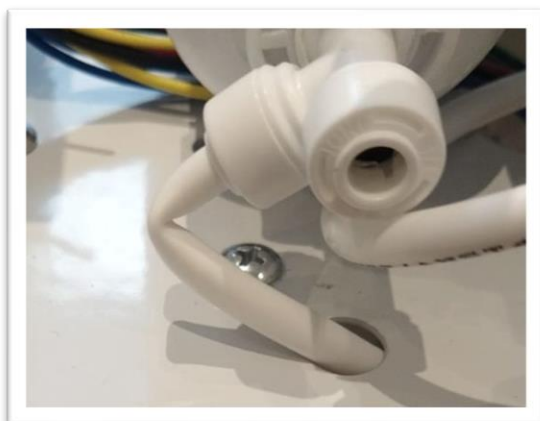
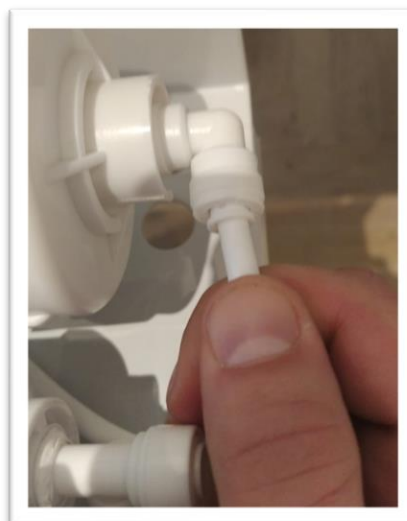

Fig. 11
Fig. 12
- Prima di avviare l'impianto, controllare attentamente che non ci siano strozzature nei tubi (fig.11) (in caso contrario ruotare leggermente i contenitori in modo da rimuoverle) e che questi ultimi siano ben inseriti negli appositi attacchi (tirare il tubo per accertarsi che non esca dal raccordo) (fig.12). Controllare che tutti i portafiltri siano ben avvitati.